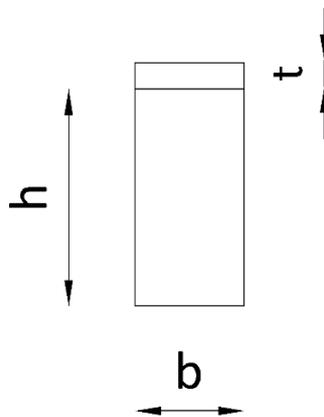

Figura 3
- Se decide reforzar la sección con una chapa de un material 2 de espesor $t = 2 \text{ cm}$ y base $b = 15 \text{ cm}$. La nueva sección se muestra en la figura 3. Las propiedades del material 2 son: $E_2 = 200 \text{ GPa}$, $\sigma_{adm} = 140 \text{ MPa}$.